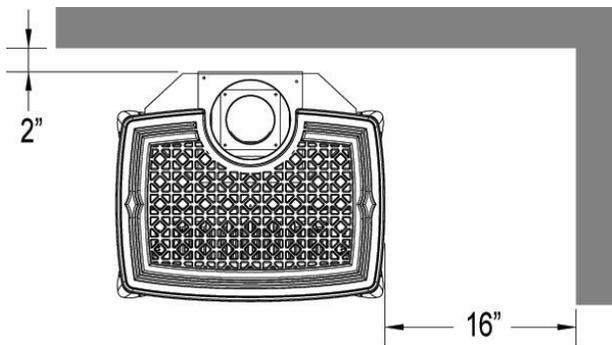

Figure 5 - Dégagements Muraux Minimum Ventilation Horizontale
- 🔥 En raison des hautes températures que peut atteindre l'appareil, placer l'unité hors des zones de passage fréquent et loin des meubles et des tentures. Ne pas placer de vêtements ou d'autres matières inflammables sur, ou près du poêle. Quand on installe le poêle, il faut toujours s'assurer d'une ventilation adéquate. Les dégagements minimum aux matériaux combustibles doivent être respectés comme il est illustré sur les Figures 5 à 8.